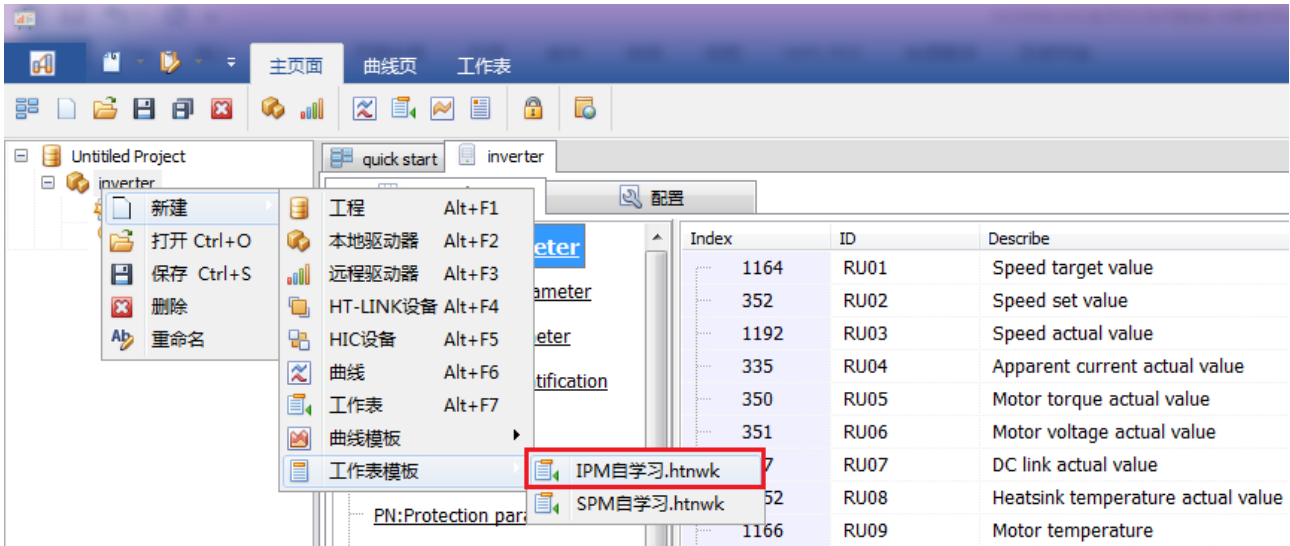

图 7.2 上位机选择 IPM 电机自学习模板
(1) 更新电脑上位机软件至最新版本，在电脑上安装指定的安装包
(2) 按要求接线，上电
(3) 电脑与驱动器相连，打开上位机软件
(4) 确认上位机与驱动器已正常连接
(5) 查看驱动器铭牌和 PU.00，确认驱动器型号。
(6) 查看 DSP 软件版本 IN.00，确认软件版本号。
(7) 参数操作指令 UD.03 写入 2，将驱动器参数恢复为缺省值。
(8) 打开“IPM 自学习”参数设置模板，如图 7.2 所示，根据电机铭牌及系统要求，参考表 7.11 设置电机运行相关参数。